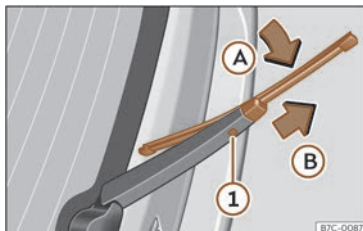

Abb. 185 Scheibenwischerblatt der Heckscheibe auswechseln.
- >>> **(Abb. 185)** (Pfeil **A**).